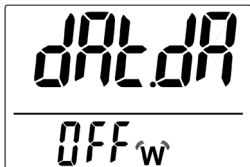

Abb. 5
Im Display ist „Abb. 5“ für diesen Modus zu sehen. Stellen Sie diesen mit der “M/△” Taste entweder ein (ON) oder aus (OFF).